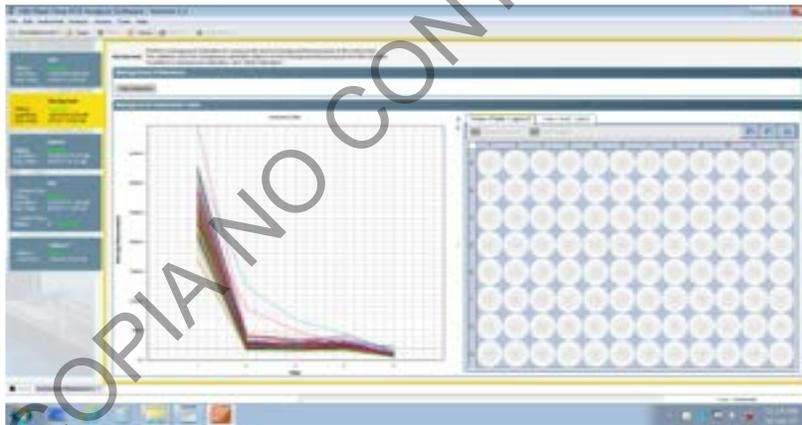

Figura 25. Pantalla con las diferentes opciones de calibración, mostrando la alternativa de Background
7.4.2.3 Seleccione la opción **Background Calibration** que aparece en el menú de la izquierda de la pantalla y seleccione **Start Calibration**. Ver figura 25